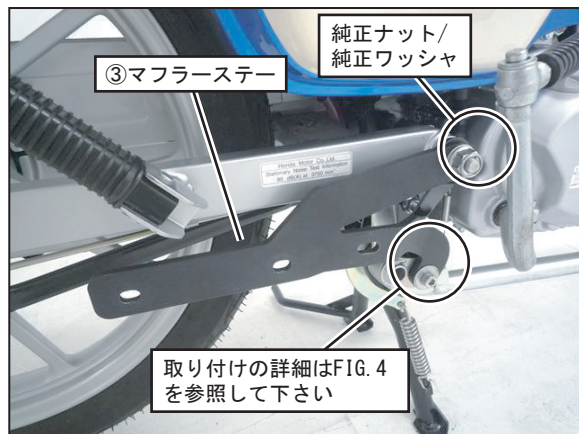

FIG. 3
4. ③マフラスターを純正ナット、純正ワッシャ、⑥キャップボルトM8×25、⑫平ワッシャM8×26、純正段付きカラーを使用して、車両に規定トルクで締め付けて下さい。(FIG. 3, 4 参照)